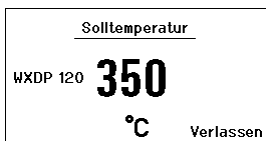

Abb. 13
1. Die gewünschte Auswahl-Taste 6 oder 16 gedrückt halten. Auf dem Display erscheint die aktuelle Solltemperatur (siehe Abb. 13).
2. Die gewünschte Solltemperatur mit dem Dreh-Klick-Rad (7) einstellen.
3. Wert mit der Eingabe-Taste (8) bestätigen.